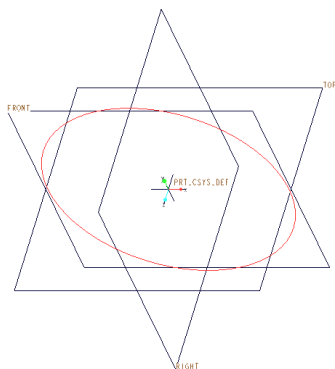

図 3-5 スケッチの完了
- メインツールバーで「保存したビューリスト」 をクリックし、「標準方向」を選択すると図 3-5 のようにスケッチが完了する。
スケッチが選択された状態（図 3-5 赤くハイライトした状態）で押し出しフィーチャーを作成する。